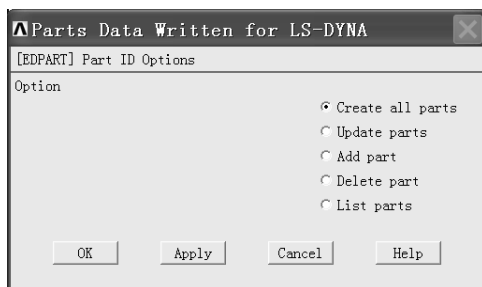

图 6-17 “Parts Data Written for LS-DYNA” 窗口
(1) 依次选择 Main Menu>Preprocessor>LS-DYNA Options>Parts Options, 弹出“Parts Data Written for LS-DYNA”窗口(见图 6-17)。